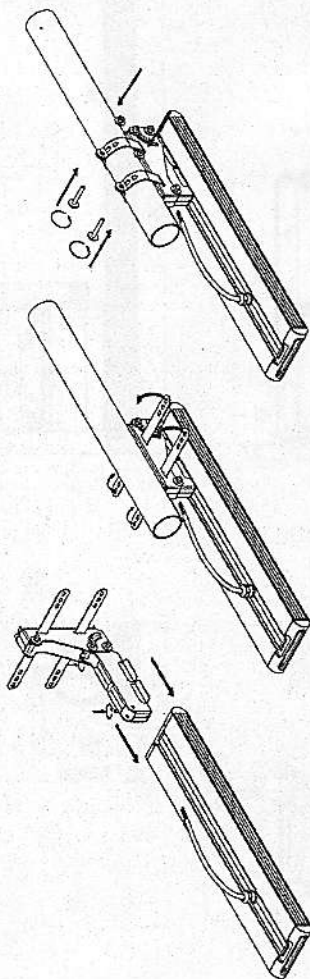

Рисунок 5 – Установка крепления Консоль с регулировкой (на примере Element 0,5x1).
- 5.4.2. Распакуйте крепление и установите на светильнике (см рисунок 5). Заведите крепление в паз на корпусе светильника. Для фиксации крепления на корпусе светильника имеются 2 отверстия. Совместите отверстия на креплении с отверстиями на корпусе. Шаг между винтами на креплении должен совпасть с шагом между винтами на корпусе. Вкрутите два винта M5, идущих в комплекте для фиксации крепления на корпусе светильника.
- 5.4.5. Обогните два хомута вокруг трубы (см. рисунок 5). Труба не должна упираться в гермоввод на корпусе светильника.